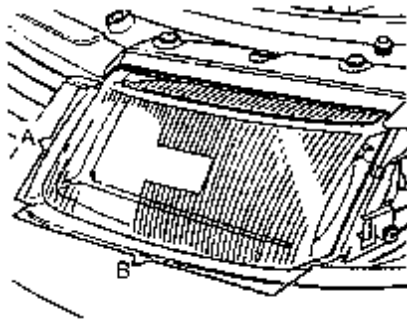

图 11-59 粘合带的粘合区域
(1) 前大灯的拆卸
①拆卸前转向灯光信号灯。
②如图 11-59 所示，使用粘合带，保护范围 A 和 B 中的框架。防止在取出前大灯时损坏油漆。